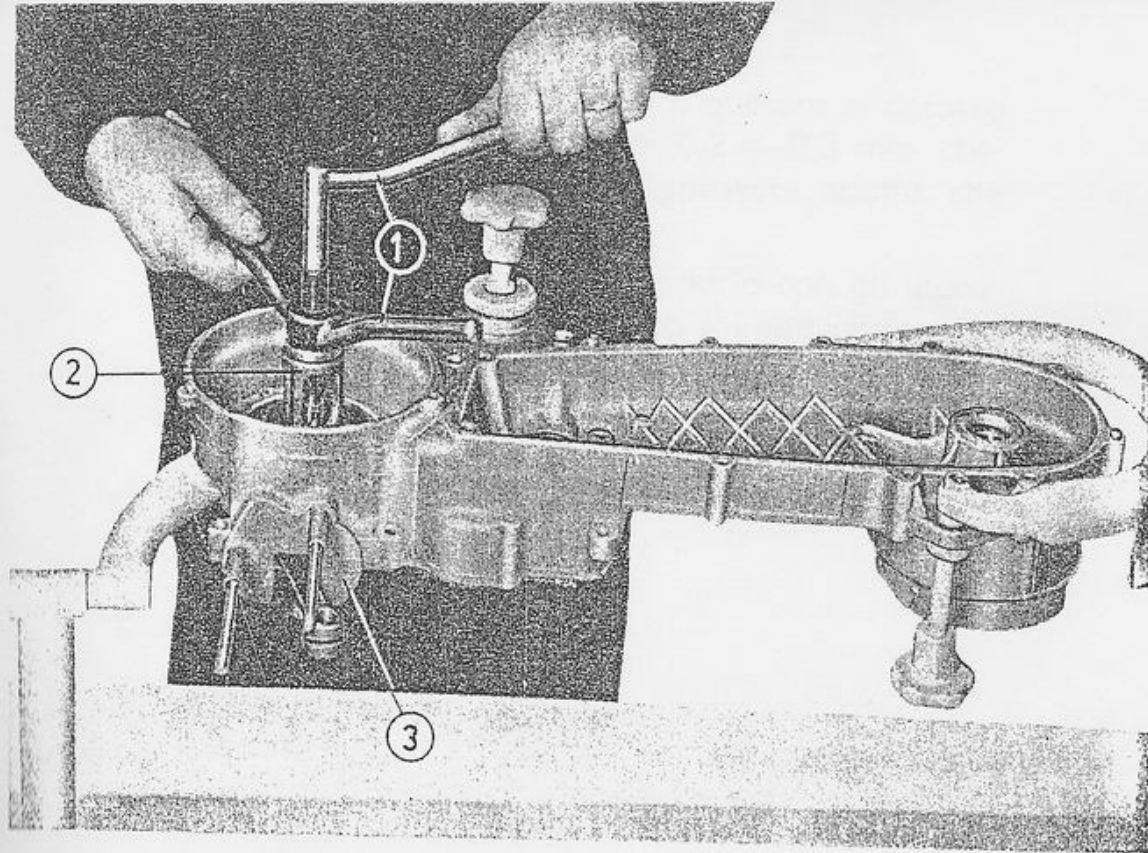

Fig. 11 - Montaggio del manovellismo.
Come illustrato in fig. 11, il montaggio del manovellismo sul semicarter si effettua facendo uso dell'attrezzo (1) della campana (2) e della piastra di guida biella (3).